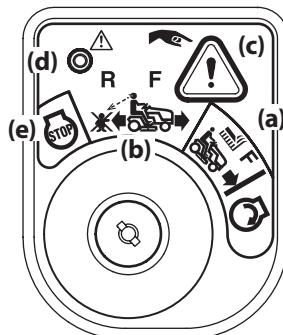

Figura 16
2. Gire la llave de encendido de la posición CORTE NORMAL (a) a la posición MODO PRECAUCIÓN MARCHA ATRÁS (b) del interruptor de encendido. Consulte la Figura 16.
3. Presione y sostenga el BOTÓN MODO PRECAUCIÓN MARCHA ATRÁS (c) que está en la esquina superior derecha del módulo de encendido durante 3 segundos. La luz indicadora roja (d) que está en la esquina superior izquierda del módulo de encendido se mantendrá ENCENDIDA mientras esté el modo está activado. Consulte la Figura 16.
4. Una vez activado (luz indicadora ENCENDIDA), se puede operar el tractor en marcha atrás con la PTO (Acople de cuchillas) en la posición acoplada (ON).
El MODO PRECAUCIÓN MARCHA ATRÁS (b) permanecerá activado hasta que (consulte la Figura 16 en la página 46):